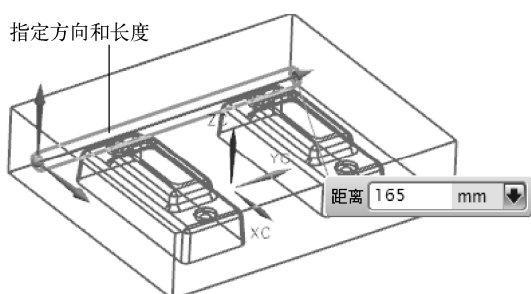

图 9-27 指定管道方向和长度
(5) 利用矢量工具为管道指定方向,并拖曳手柄或输入数值到合适长度,如图 9-27 所示。